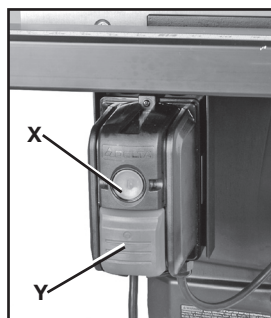

FIG. 19
1. L'interrupteur d'ALIMENTATION (X) fig. 19 est situé sous le volet extensible avant gauche. Pour démarrer ("ON") la scie, appuyer sur le bouton rond (X) fig. 19.
2. Pour éteindre ("OFF") la scie, appuyer sur le bouton (Y) fig. 19.